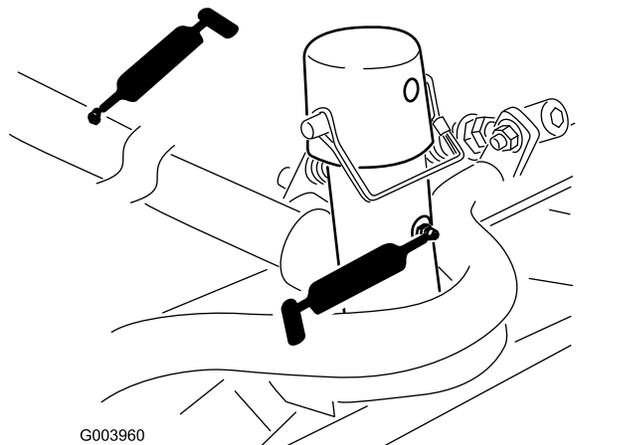

Figura 72
- Articulação e estrutura de transporte da unidade de corte (Figura 72)